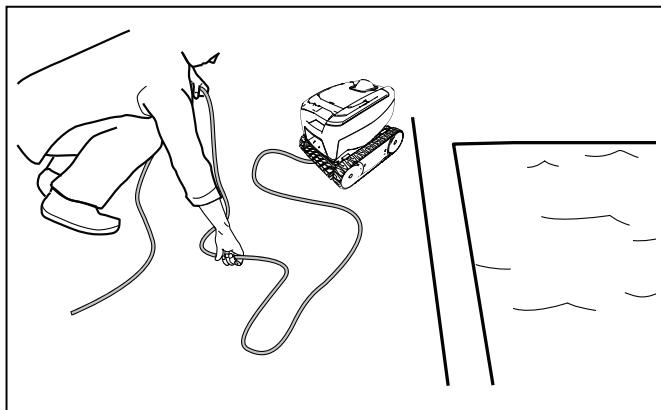

Figure 13. Démêlement du câble flottant
2. En commençant par la tête du nettoyeur, démêlez toutes les boucles et tous les nœuds dans le câble flottant (Figure 13). Disposez le câble au soleil pour assouplir toutes les formes d'emmèlement.